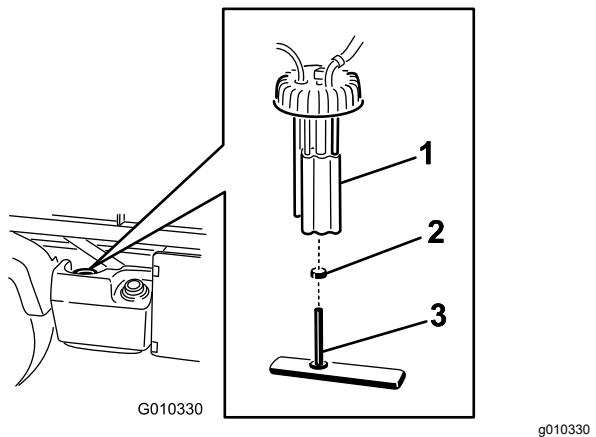

Figura 47
2. Desenchufe los conectores del arnés de cables de la bomba de combustible (Figura 47).
3. Afloje la abrazadera y desconecte el tubo de combustible del tapón de la bomba de combustible (Figura 47).
4. Desenrosque el tapón de la bomba de combustible de la parte superior del depósito de combustible (Figura 47).
5. Retire el conjunto de la bomba de combustible y el filtro de combustible del depósito (Figura 47).
7. Retire el tubo del acoplamiento (Figura 47).